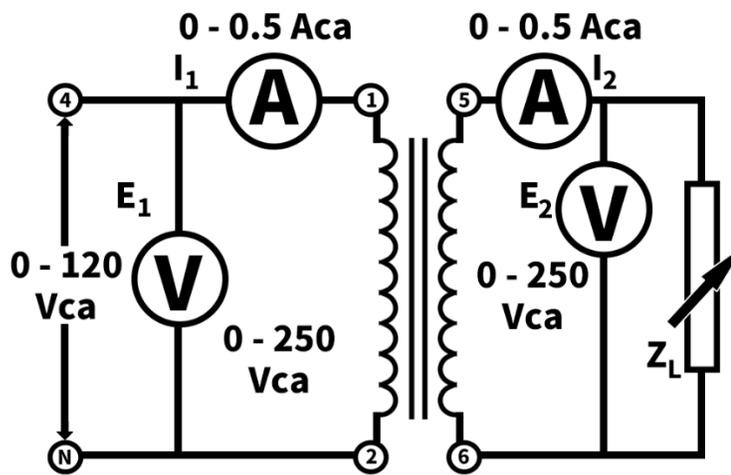

Figura 3-2
1. Conecte el circuito ilustrado en la Figura 3-2, utilizando los **Módulos EMS de transformador, fuente de alimentación, resistencia y medición de CA.**